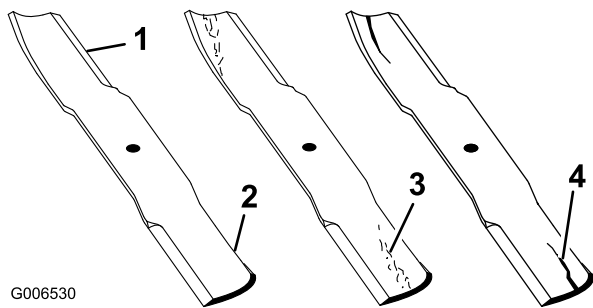

Figure 54
1. Examinez le tranchant des lames (Figure 54). Si les lames coupent mal ou présentent des indentations, déposez-les et aiguissez-les (voir Aiguisage des lames).
2. Inspectez les lames, surtout la partie relevée (Figure 54). Remplacez immédiatement toute lame endommagée, usée ou qui présente une entaille (Figure 54).